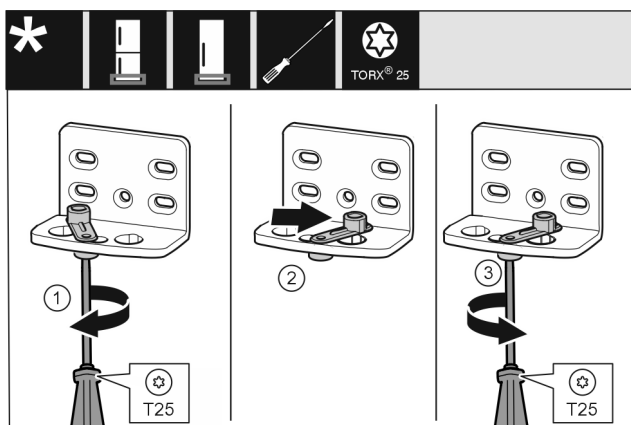

Fig. 15
- ▶ Aflojar el tornillo con el destornillador T25. Fig. 15 (1)
- ▶ Levantar el dispositivo auxiliar de cierre y girarlo 90° hacia la derecha en el orificio. Fig. 15 (2)
- ▶ Apretar el tornillo con el destornillador T25. Fig. 15 (3)